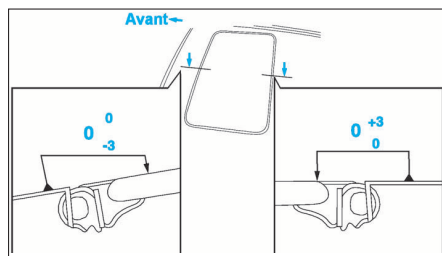

FIG. 76
- Relever la cote d'affleurement aux positions indiquées sur la figure (Fig.76).